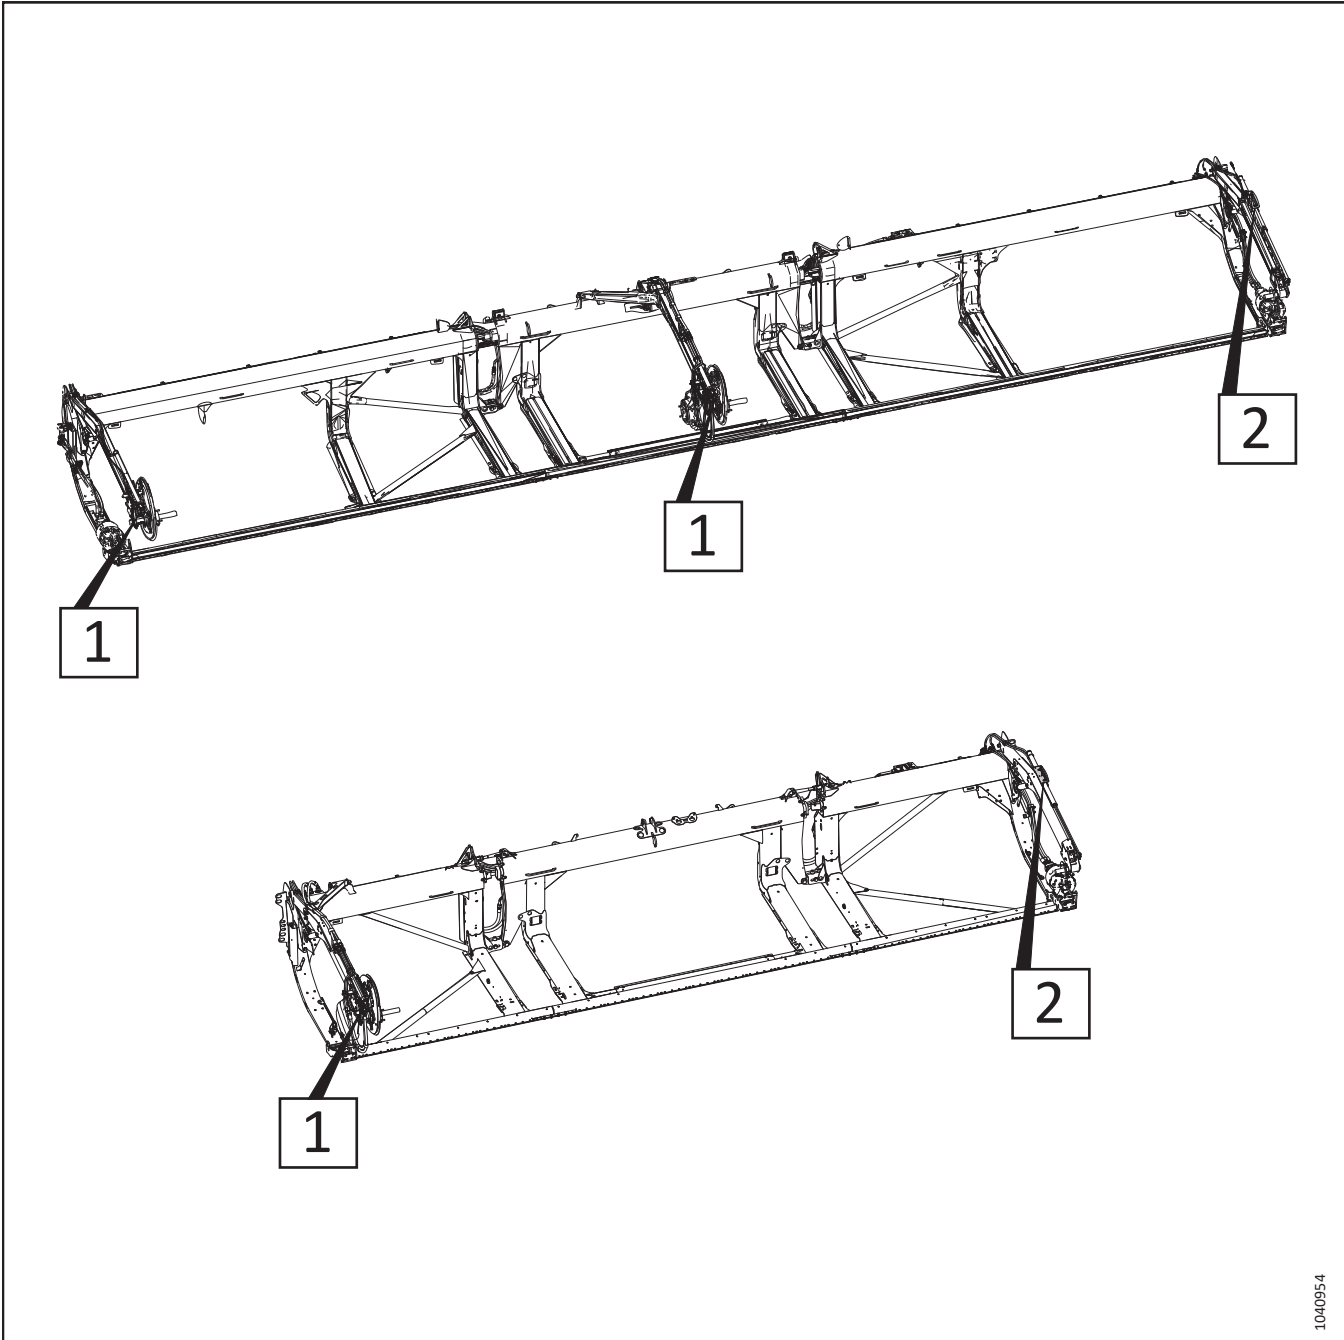

Figure 3.309: Vérins avant-arrière réglables – Numéros de référence des procédures
6. Consultez la figure 3.309, page 234 pour trouver les procédures de réglage des vérins avant-arrière adaptées à votre type de plateforme. Le numéro sur l'illustration se rapporte à l'une des procédures suivantes :